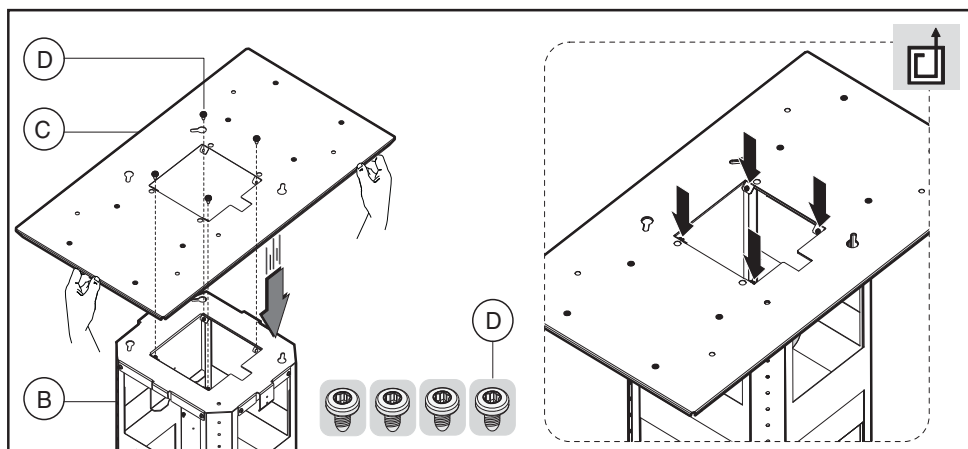

Fig.4
- Monte o estribo de fixação da chaminé **C** com a estrutura superior **B** mediante os quatro parafusos **D** (Fig. 4).